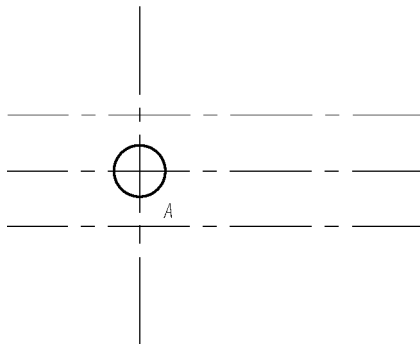

图 2-34 绘制圆 A
(6) 切换到轮廓线层，用“圆”Circle 命令，以 O 点做为圆心，绘制半径为 6 的圆 A ，如图 2-34 所示。